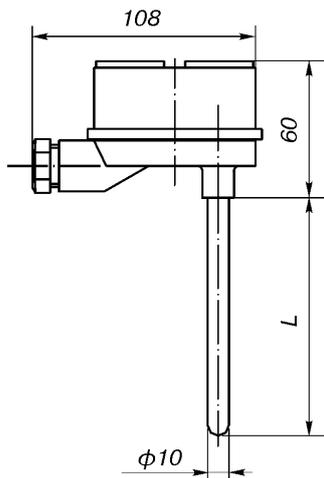
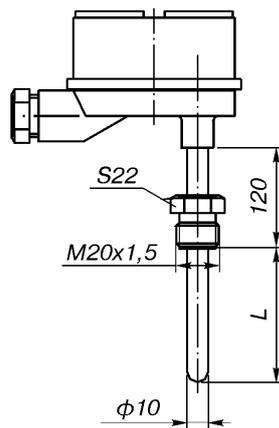
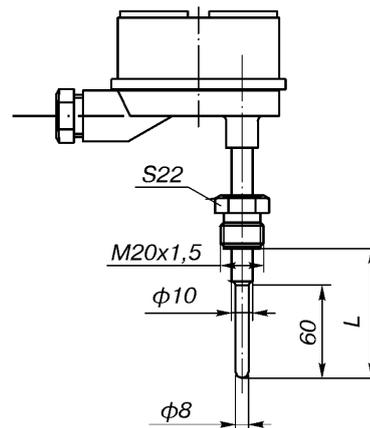

Рис. 1.
Рис. 2 (ост.см.рис. 1).
Рис. 3 (ост.см.рис. 1).
**Назначение:** термопреобразователи сопротивления платиновые **ТСП 206** по рис. 1, 2, 3, 6, 7 предназначены для измерения температуры жидких и газообразных химически неагрессивных сред, а также агрессивных, не разрушающих материал защитной арматуры.
**Материал соединительной головки:** алюминиевый сплав (рис. 1а-3а, 16-36).
Рис. 1а.
Рис. 2а (ост.см.рис. 1а).
Рис. 3а (ост.см.рис. 1а).
Диапазон измеряемых температур, класс допуска, схема соединений, количество чувствительных элементов, длина монтажной части (для рис. 1, 2, 3; 1а, 2а, 3а; 1б, 2б, 3б).